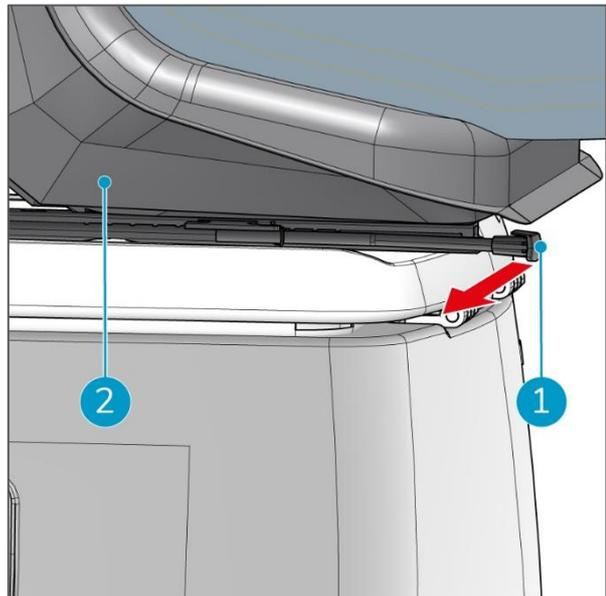

Abbildung 21
2. Ziehen Sie den Sitzhebel zur Seite (Abbildung 21, Pos. 1).
3. Bewegen Sie den Sitz (Abbildung 21, Pos. 2) nach hinten oder vorn, bis Sie bequem hinter dem Lenkrad sitzen.